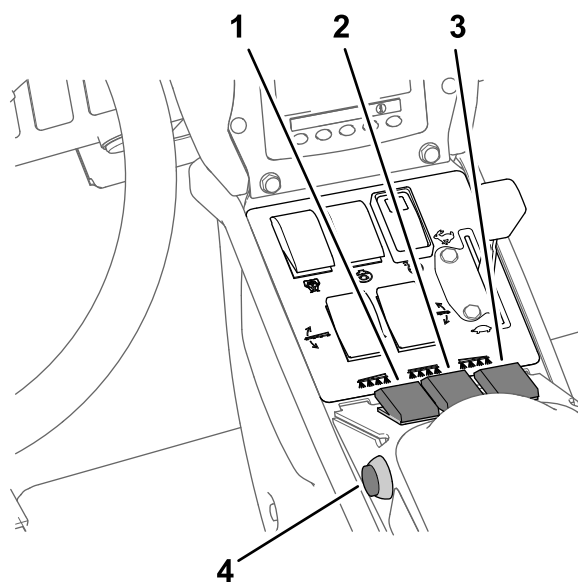

Рисунок 36
7. Установите переключатель (переключатели) секций опрыскивания в положение Вкл. (Рисунок 36).
10. Начните движение на машине с требуемой скоростью, а затем установите главный переключатель секций в положение Вкл., чтобы начать опрыскивание (Рисунок 36).
3. Установите главный переключатель секций в положение Выкл.; см. Рисунок 36 в разделе Опрыскивание в режиме заданной нормы внесения \(страница 40\).
7. Устанавливайте переключатели секций по мере необходимости в положения Вкл.; см. Рисунок 36 в разделе Опрыскивание в режиме заданной нормы внесения \(страница 40\).
9. Начните движение на машине с требуемой скоростью, а затем установите главный переключатель секций в положение Вкл., чтобы начать опрыскивание. Рисунок 36 Опрыскивание в режиме заданной нормы внесения \(страница 40\)